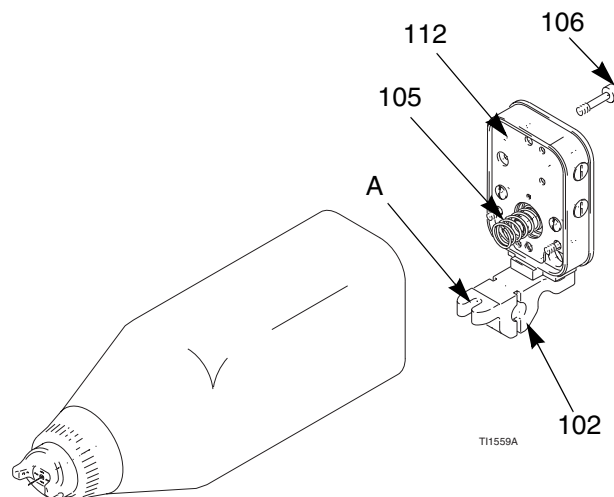

Abb. 20. Pistole vom Verteiler abnehmen
1. Die Schraube (31) an der Unterseite der Pistole lösen, bis die Pistole locker im Schlitz (A) der Montagehalterung sitzt. Siehe Abb. 20.
1. Sicherstellen, dass die Dichtung (112) und die Feder (105) jeweils am Verteiler richtig montiert sind. Siehe Abb. 20. Teile auf Beschädigungen überprüfen und bei Bedarf austauschen.
2. Pistole durch Festziehen der drei Schrauben (106) am Verteiler befestigen.
3. Pistole durch Festziehen der Schraube (31) an der Montagehalterung (102) befestigen.